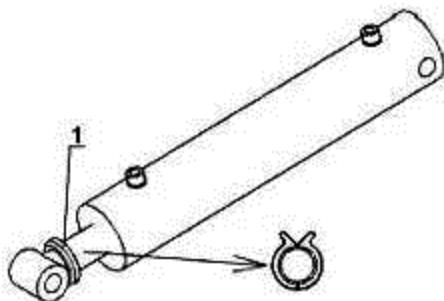
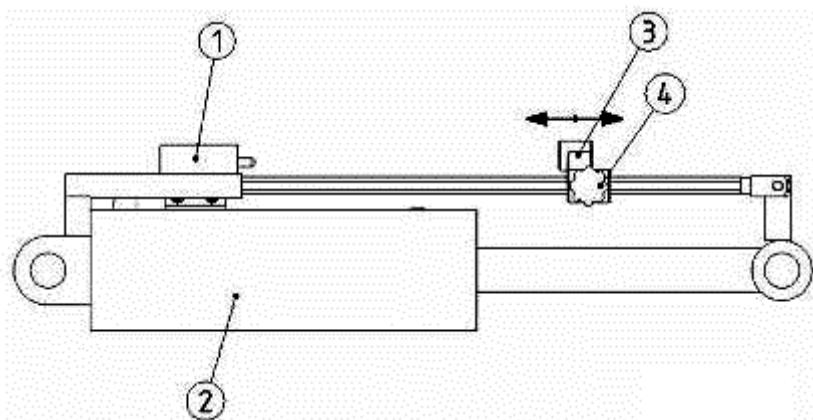

Рисунок 18.
Рисунок 19.
Регулировка глубины обработки, в зависимости от комплектации агрегата, может осуществляться клипсами (рис. 18) или отсекающим клапаном (рис. 19).
Регулировки рабочей глубины отсекающим клапаном осуществляется путем перемещения упорного кронштейна (3) (рис. 19) на штанге, установленной на одном из гидроцилиндров опорных колес агрегата.
Регулировка глубины обработки клипсами осуществляется путем установки клипс различной толщины на шток гидроцилиндра (1) опорных колес (рис. 18).